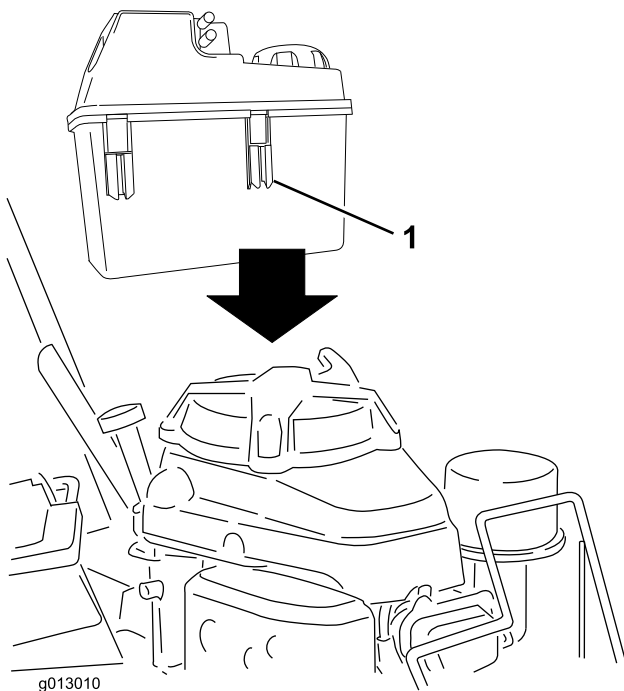

Figura 4
- Deslice los clips de plástico de la parte delantera del depósito de combustible sobre el soporte de montaje del depósito de combustible (Figura 4).